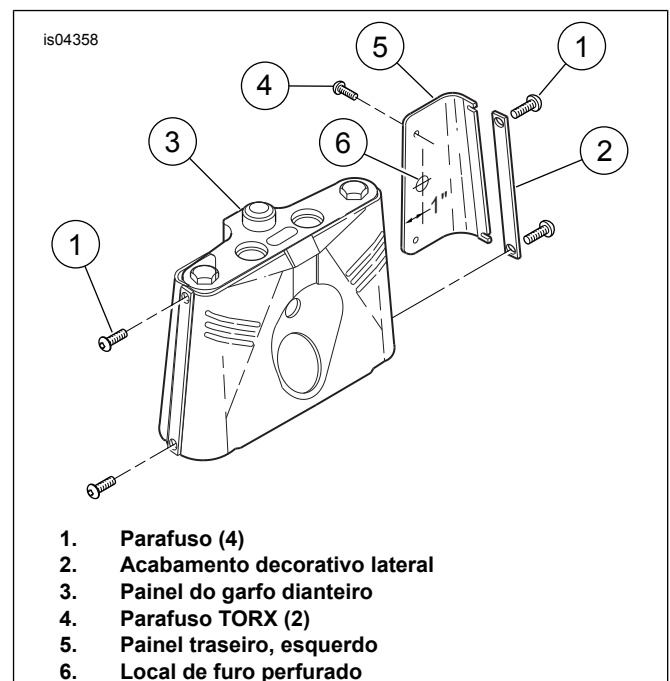
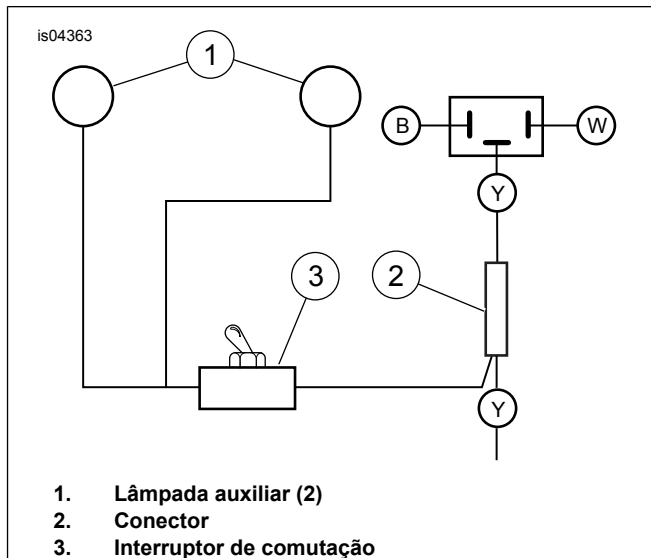
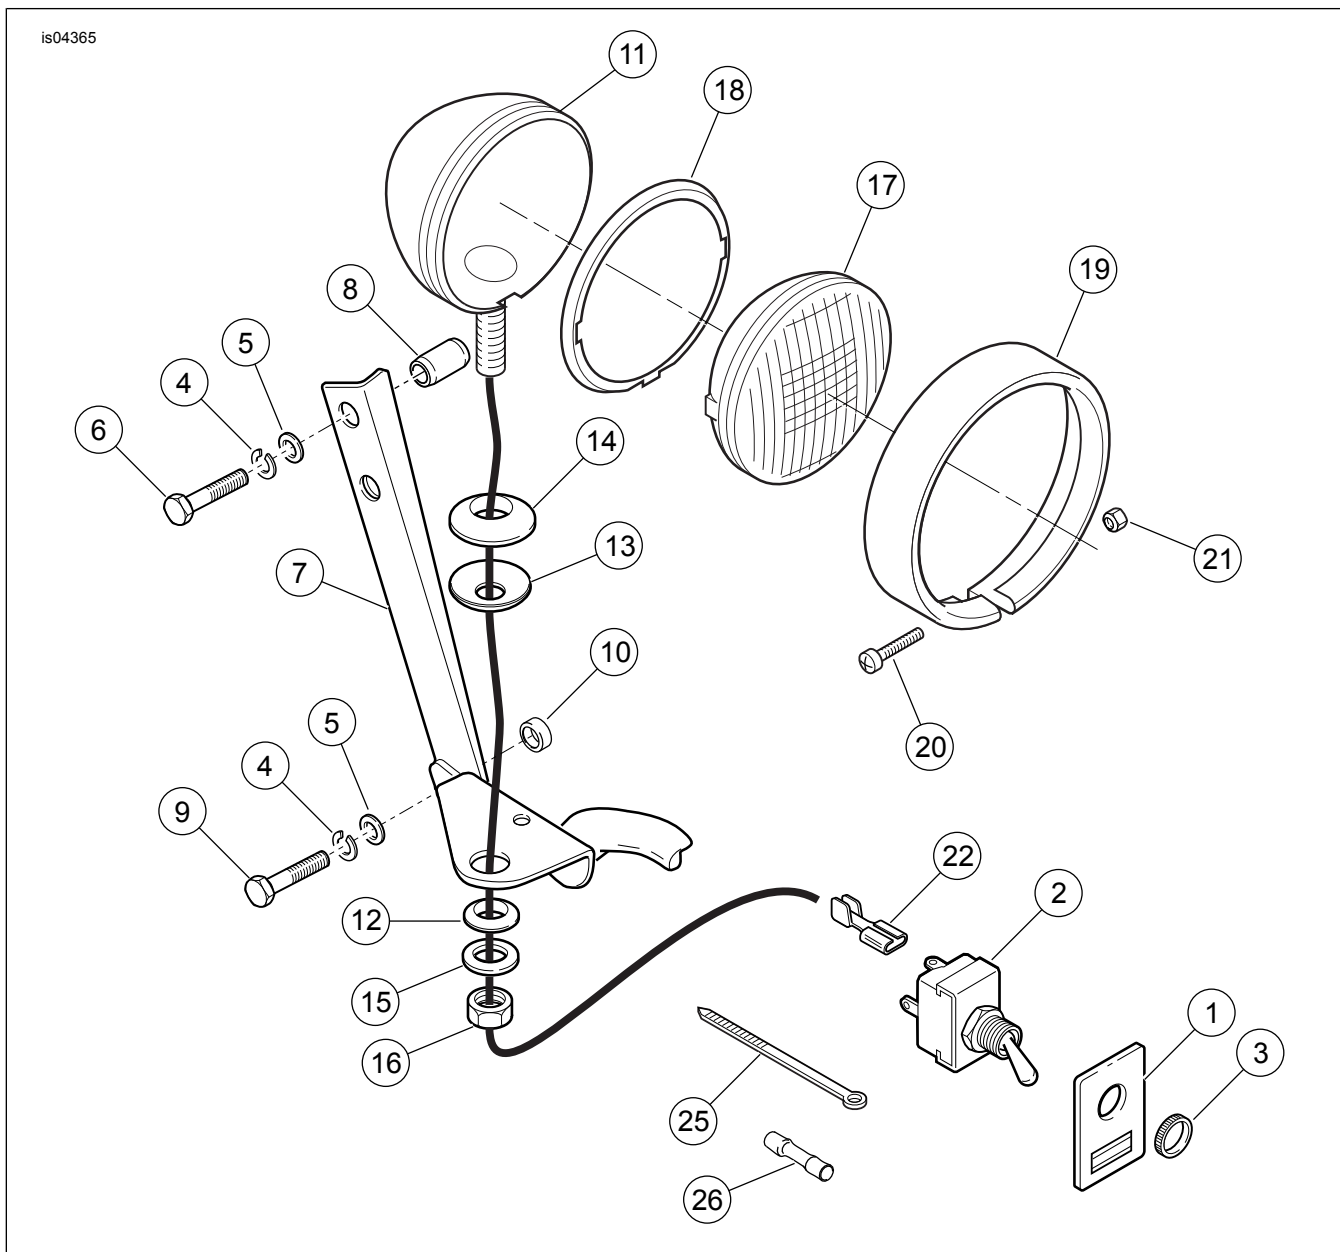

Figura 1. Furo do interruptor de comutação
Figura 3. Diagrama da fiação
Figura 5. Peças de reposição: Kit de lâmpada auxiliar
Veja Figura 5 e Tabela 1.
1. Veja Figura 1. Remova e descarte os dois parafusos (1) e as tiras de guarnição (2) de cada lado do painel da tira do garfo (3).
2. Solte os parafusos TORX® (4) e remova o painel traseiro (5) do painel da tira do garfo dianteiro.
4. Faça um pequeno furo (6) no local indicado. Aumente o furo para obter um diâmetro de 13 mm (1/2 pol.).
5. Veja Figura 5. Cole a etiqueta adesiva (1) ao redor do furo (Figura 1, item 6). Monte o interruptor de comutação (2) no furo usando uma porca recartilhada (3). Separe o painel para fazer a fiação posteriormente.
- Coloque a arruela de pressão (4) e a arruela (5) nos dois parafusos (6). Insira os parafusos nos furos superiores do suporte (7) e através do espaçador (8). Passe pelos furos superiores do suporte do garfo e pelo painel de guarnição apertando com os dedos.
- Coloque a arruela de pressão (4) e a arruela (5) nos dois parafusos (9). Insira os parafusos nos furos inferiores do suporte (7) e no espaçador (10). Passe pelos furos inferiores do suporte do garfo e pelo painel de guarnição apertando com os dedos.
- Anexe o alojamento da lâmpada auxiliar (11) ao suporte usando as ferragens (12 a 16) na sequência exibida na Figura 5.
- Veja Figura 3. Combine as extremidades dos fios de ambas as lâmpadas auxiliares (1) e termine com um dos terminais espada (Figura 5, Item 22).
- Prenda o conector (2) ao terminal mais próximo no interruptor de comutação (3).
- Veja Figura 5. Finalize uma extremidade do cabo (23) com um único conector espada restante (22) e prenda o conector ao terminal restante no interruptor de alternância (2). Deslize o conduíte (24) sobre o cabo.
- Veja Figura 1. Prenda o painel lateral esquerdo (5) ao painel do garfo dianteiro (3) sob o lado esquerdo do suporte da lâmpada auxiliar.
- Coloque os fios de modo que não sejam pressionados entre o painel de guarnição e o suporte do garfo. Utilize as abraçadeiras (25) para manter os fios presos ao suporte do garfo e ao quadro da motocicleta.
- Veja Figura 5. Remova o aro externo (21) e a lâmpada auxiliar (17).
- Orientar a extremidade do fio do interruptor de alternância na estrutura do farol dianteiro (11) através do ilhó na parte traseira da estrutura. Consulte REMOÇÃO/INSTALAÇÃO DO FAROL DIANTEIRO no Manual de serviço.
1. Veja Figura 3. Conecte o fio do interruptor de alternância ao fio do farol baixo (amarelo) no soquete do farol dianteiro com o conector da luva de emenda ( Figura 5, Item 26) do kit.